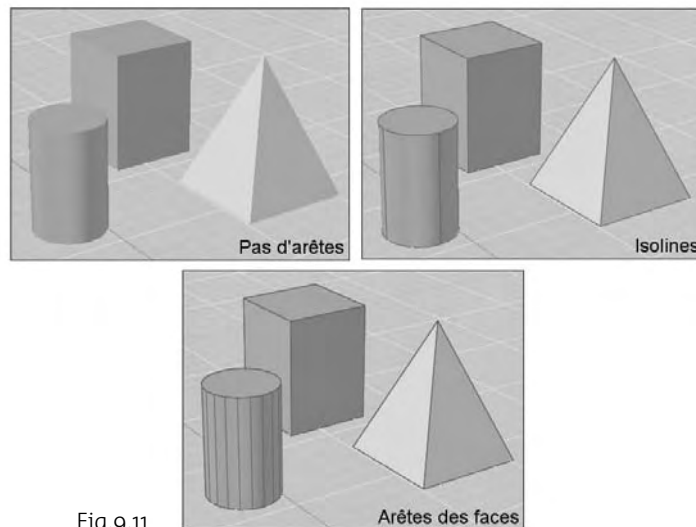

Fig.9.11
- **Mode d'arête** (Edge mode) : définit l'affichage des arêtes sur Arêtes de facette, Isolignes ou Aucun (fig.9.11).